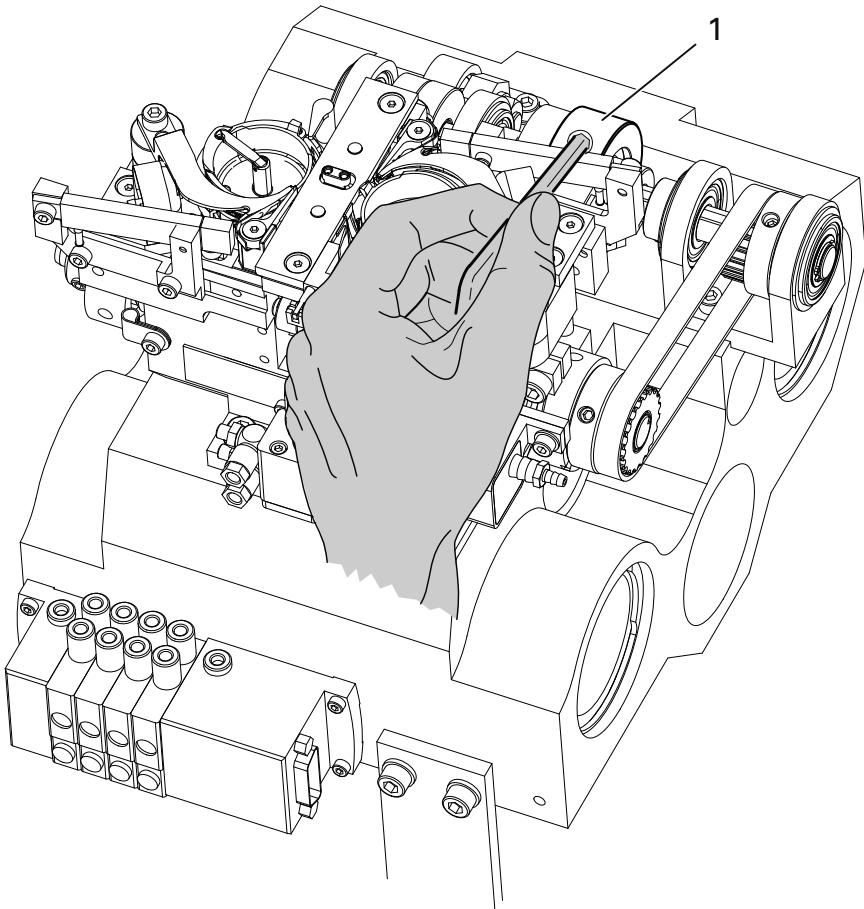

Fig. 13 - 09
- Kupplung **1**, wie in Fig. 13 - 09 gezeigt, gegenhalten und am Handrad drehen, bis die Kupplung **1** spürbar wieder einrastet.